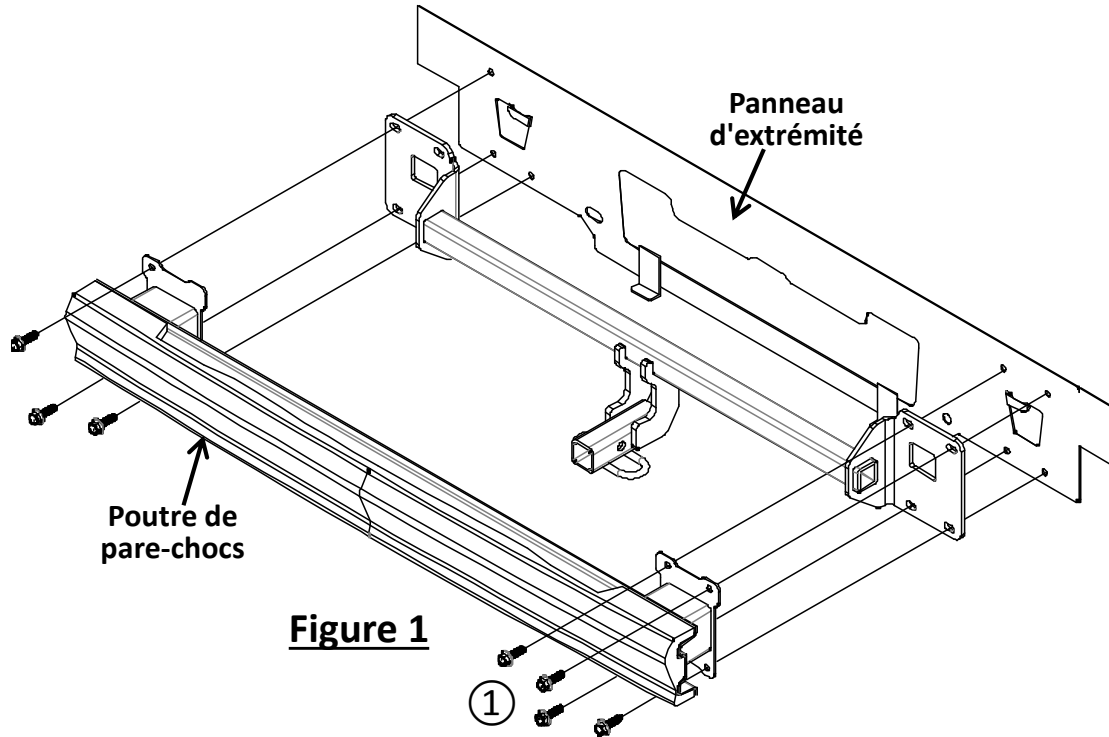

Figure 1
- Enlever le carénage de pare-chocs** : (a) À l'aide d'un embout Torx T15, retirer quatre (4) vis en plastique et languettes du carénage inférieur. (b) À l'aide d'une embout Torx T25, retirer une (1) vis verticale dans le bas de la doublure de passage de roue, trois (3) vis horizontales dans le côté de la doublure de passage de roue et une (1) vis verticale dans le bord supérieur derrière la doublure de passage de roue, des deux côtés. (c) À l'aide d'écarteurs de garniture en plastique, enlever le carénage en commençant par les bords extérieurs près des passages de roue tout en tirant le carénage avec précaution. (d) Débrancher le faisceau de fils du carénage s'il est présent. Mettre le carénage de côté.
- Enlever la poutre de pare-chocs** : À l'aide d'une douille 13 mm avec rallonge de 6 po, retirer sept (7) boulons M8 d'origine qui fixent la poutre au panneau d'extrémité. Remettre les boulons au propriétaire.
- Installer l'attelage** : Aligner la poutre de pare-chocs sur l'attelage sur le plancher. Soulever l'attelage et la poutre de pare-chocs en position en alignant les trous sur le panneau d'extrémité. Poser lâchement les sept (7) boulons M8 ① sur la poutre de pare-chocs et l'attelage, voir la **Figure 1**.